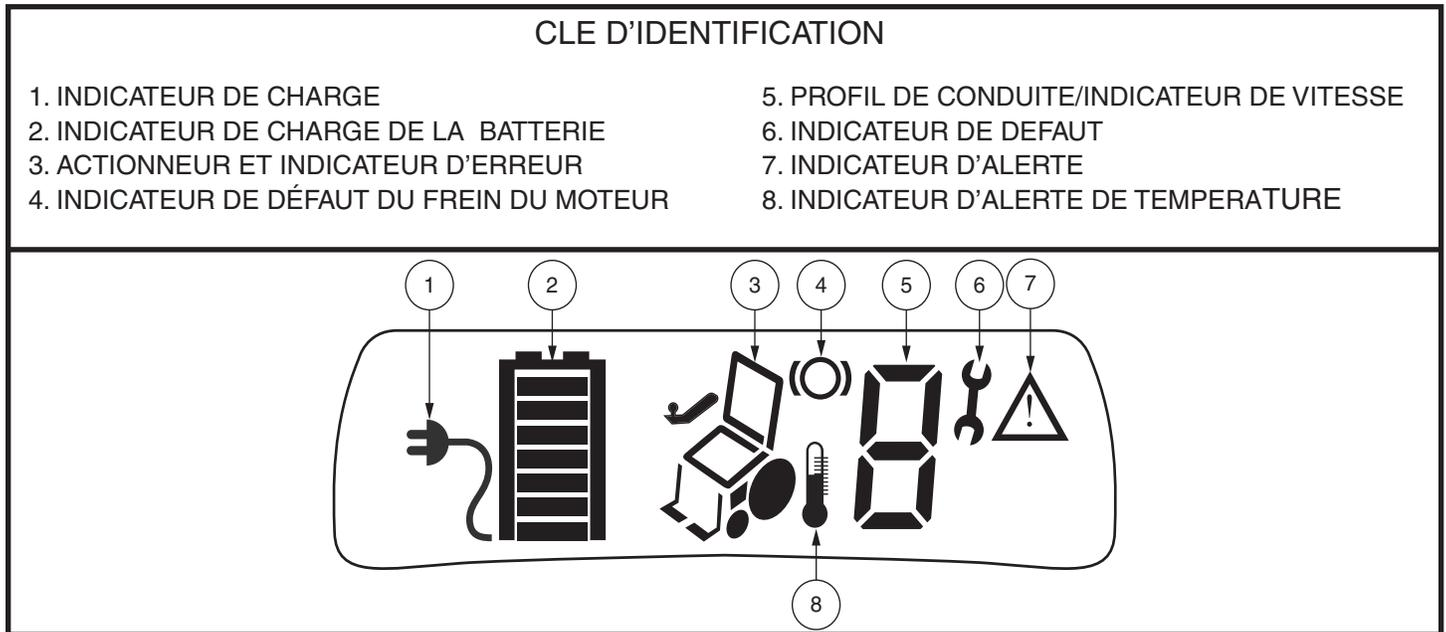

Figure 1. Écran LCD
L'écran présente à l'utilisateur des informations et des réactions sur l'état des batteries, programmes de fonctionnement, vitesse du fauteuil, mise en garde et notifications de problèmes internes. **Voir la figure 1.**
- **Mise en garde:** Alerte sur des conditions qui peuvent affecter le fonctionnement ou la performance du fauteuil. **Voir la figure 1.**
- **Température:** Vous alerte de conditions de température élevée des composantes internes de votre fauteuil motorisé qui pourraient en affecter le fonctionnement et/ou la performance. **Voir la figure 1.**
- **Problème:** Alerte sur des conditions qui affectent le fonctionnement ou la performance du fauteuil. **Voir la figure 1.**